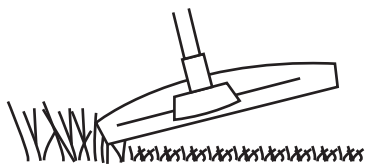

Fig. 22
1. Fixez la tête de coupe (18) pour couper les petits types de mauvaises herbes, l'herbe de la pelouse ou la végétation souple similaire. Assurez-vous que le carter (17) est bien fixé.
4. Tenez la tête de coupe (18) juste au-dessus du sol à un angle d'environ 30 ° (Fig. 22).